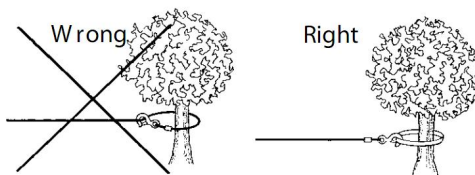

Figure 3
10. **NIGDY NIE ZACZEPUJ LINY STALOWEJ DO SIEBIE**, ponieważ możesz uszkodzić linę stalową. Użyj taśmy nylonowej (rysunek 3).